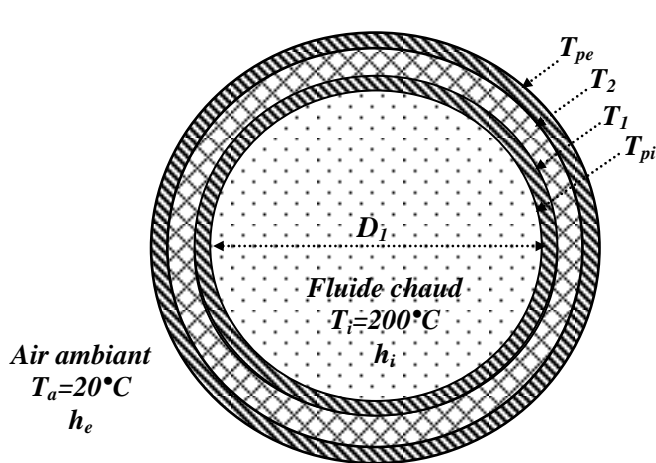

Figure 1: Réservoir sphérique en acier.
Un réservoir sphérique, utilisé dans l'industrie chimique, a un diamètre intérieur de $1,5\text{ m}$ et sa paroi se compose de trois couches (figure 1.a):
4. Le flux Φ traversant la paroi de ce réservoir constitue des pertes thermiques qui doivent être compensées en chauffant le fluide afin de le maintenir à la température constante $T_i=200^\circ\text{C}$. Pour réduire les dépenses énergétiques, on stocke ce fluide dans un réservoir isolé efficacement (figure 1.b) composé de deux sphères concentriques (S_1) de diamètre externe $D_1=1,5\text{ m}$ et (S_2) de diamètre interne $D_2=1,6\text{ m}$. L'espace annulaire compris entre ces sphères est vide et leurs surfaces en regard sont en aluminium poli ($\varepsilon=0,03$). On suppose un équilibre thermique d'une part entre la sphère (S_1) et le fluide chaud et d'autre part entre la sphère (S_2) et l'air ambiant.